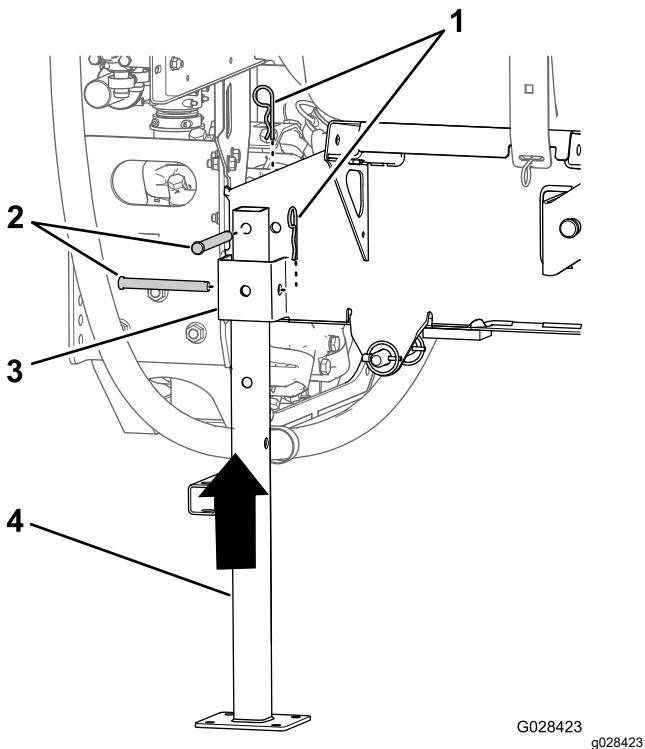

Figura 100
- Alinhe o macaco traseiro com o recetor do macaco traseiro (Figura 100).
6. Alinhe o furo na parte superior do macaco com o furo na estrutura do patim do depósito (Figura 100).
7. Prenda o macaco ao recetor e estrutura com dois passadores de forquilha (1/2 x 4-1/2 pol.) e dois pernos de gancho (5/32 x 2-5/8 pol.) como se mostra na Figura 100.